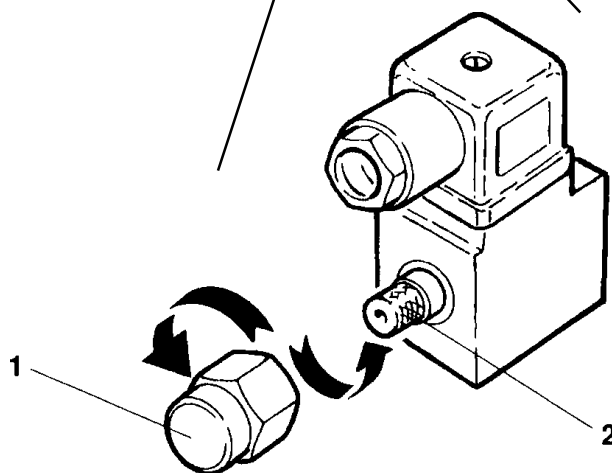

FIGURA 24
- aprire la valvola di discesa manuale (5 Figura 24) svitando, prima il tappo di protezione (1) poi ruotare il dispositivo (2).